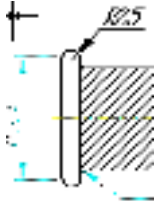

Рисунок 4.3 Построение дуги
4. Нарисуем дугу радиусом 2.5 см рис.4.3. На панели Рисования показана пиктограмма «Дуга», рисующая дугу по трем точкам (заметим, что дуга рисуется против часовой стрелки). Если